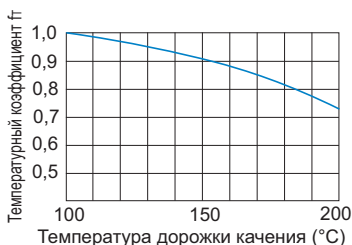

Рис.2 Температурный коэффициент ( $f_t$ )
- $f_T$  : температурный коэффициент (см. Рис.2 **A11-6**)
Если температура среды, окружающей работающую модуль линейного качения, превышает 100°C, необходимо учитывать отрицательное влияние повышенной температуры и умножать номинальные значения грузоподъемности на температурный коэффициент, указанный на Рис.2.